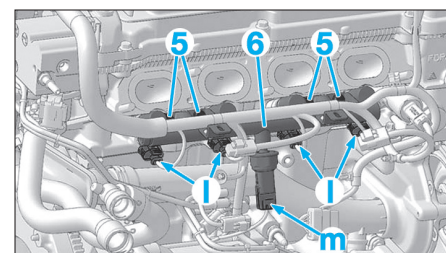

Fig. 30
- Écarter l'électrovanne avec son support (4).
- Desserrer le tuyau d'alimentation haute pression carburant (3) en "f", "g".
- Déposer le tuyau d'alimentation haute pression carburant (3).
- Déposer les vis de fixation (5) de la rampe d'alimentation sur culasse (Fig.30).